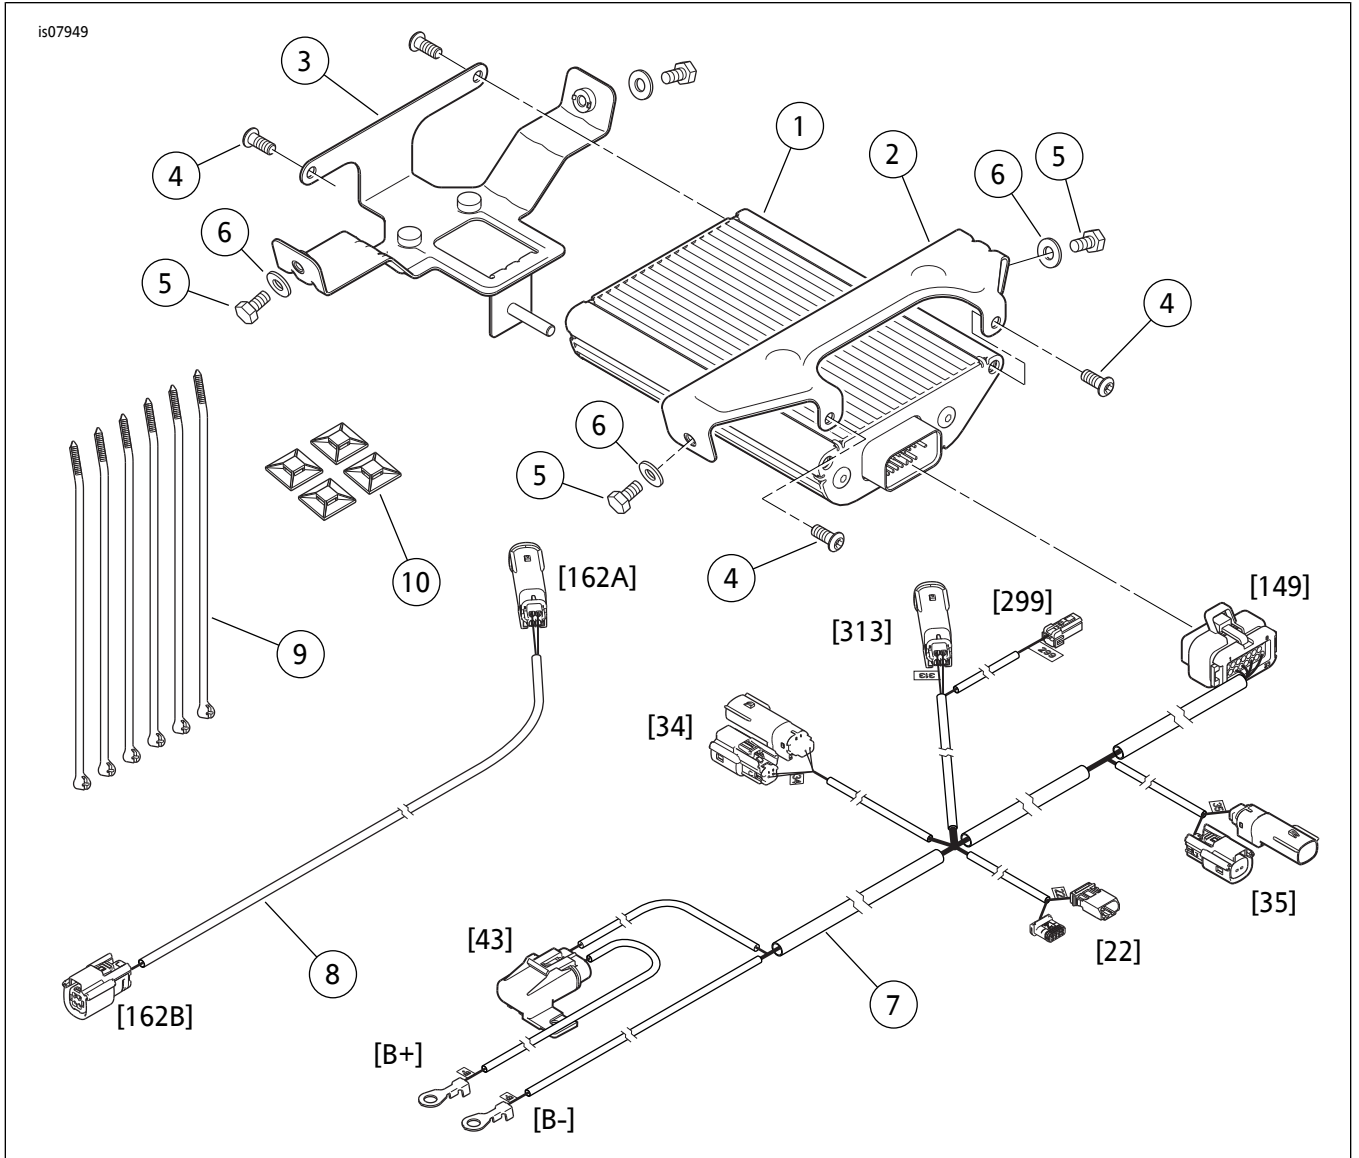

图7。维修零件：BOOM! 音频放大器套件
1. 参见图7。从套件中取出放大器前支架(2)、后支架(3)和四个内六角螺丝(4)。